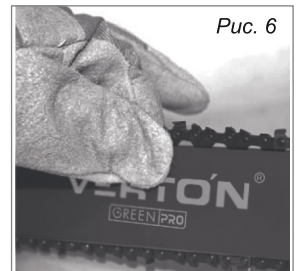

Рис. 6
7. Натяните цепь, вращая кольцо регулировки натяжения по часовой стрелке. Натяжение цепи установлено правильно, если потянув вверх, ее можно приподнять на 5 мм под действием силы 10Н, и при этом цепь можно протянуть вдоль шины вручную. Проверьте правильность установки цепи на ведущую и ведомую звездочки, потянув цепь вперед по пильному полотну. Цепь должна скользить без заеданий (Рис. 6).